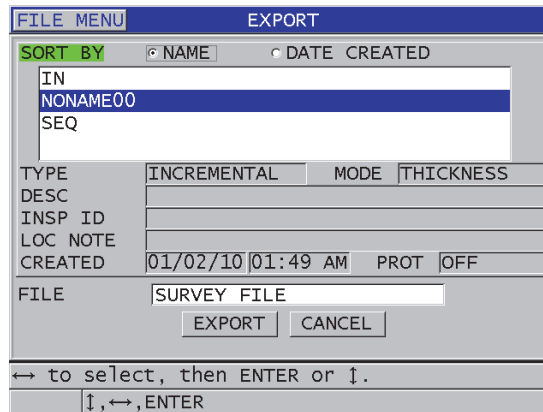

Figura 14-8 Pantalla EXPORTAR (EXPORT)
5. En la pantalla **EXPORTAR** (EXPORT) [ver Figura 14-8 en la página 292]: